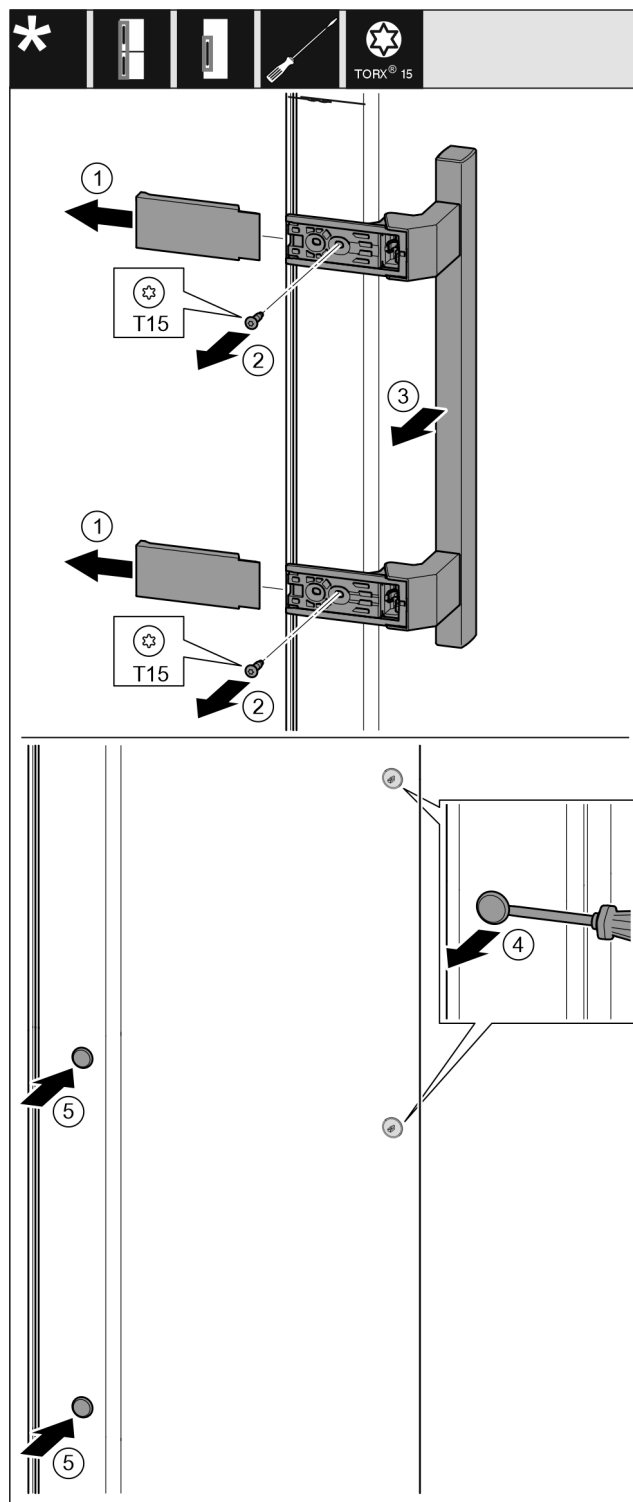

Fig. 16
- ▶ Stáhněte kryt. Fig. 16 (1)
- ▶ Šroubovákem T15 vyšroubujte šrouby. Fig. 16 (2)
- ▶ Sejměte madlo. Fig. 16 (3)
- ▶ Postranní zátku opatrně nadzvedněte plochým šroubovákem a vytáhněte. Fig. 16 (4)
- ▶ Zátku opět vložte na druhé straně. Fig. 16 (5)